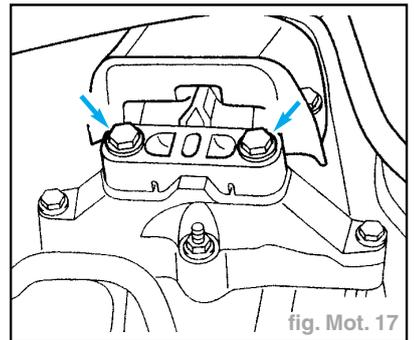

fig. Mot. 17
- Dévisser le support de la boîte de vitesses de la console de celle-ci (flèches) (fig. Mot. 17).